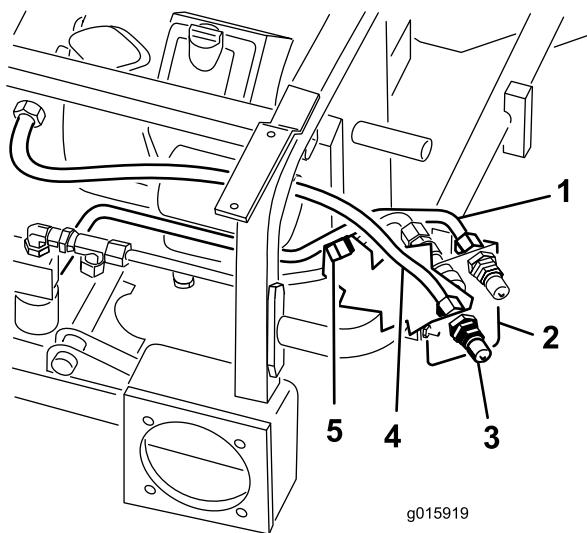

**Рисунок 16**
- Разместите гидравлическую трубку № 2 на машине, как показано на Рисунок 16.
- Подсоедините гидравлическую трубку № 2 к тройнику, установленному на прямоугольное колено в верхней части клапана (Рисунок 16).
- Подсоедините гидравлическую трубку № 2 к верхнему соединителю с внутренней резьбой (Рисунок 16).